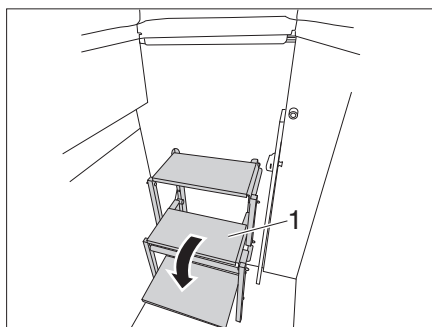

Bild 57 Fälla ut stegen
- Fäll ut stegen (Bild 57,1).
- Fäll in stegen (Bild 57,1).